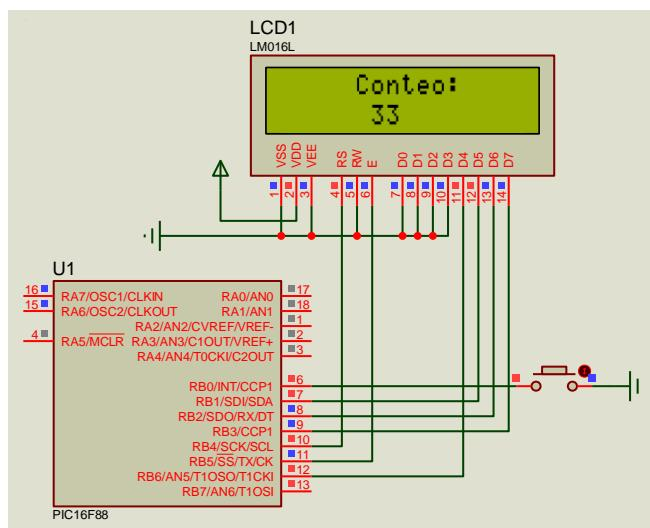

Figura 7.3 Circuito del problema INT2.c
**INT2.c:** Mientras se presiona el pulsador conectado en RB0 se incrementa un contador cada 200 ms, el cual se visualiza en el centro de la segunda línea de la pantalla (figura 7.3). Si la cuenta supera 100, el conteo se reinicia desde 0. En el centro de la primera línea se muestra la palabra “Conteo:”. *Conversions*  *LCD* .